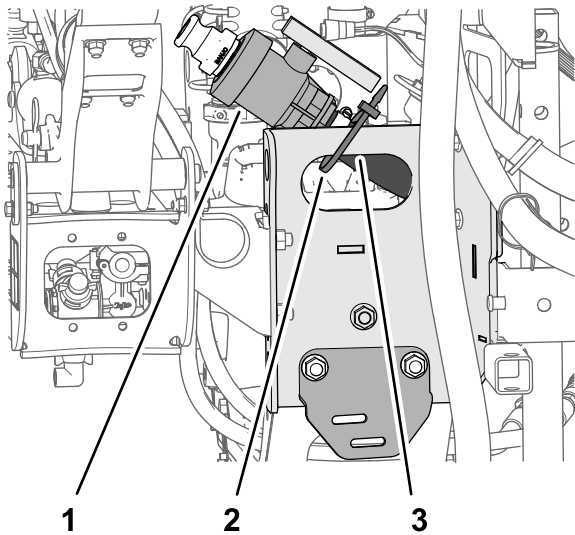

图 13
1. 卸下将排水阀和打药机药缸软管固定到滑轨槽的扎带图 13。